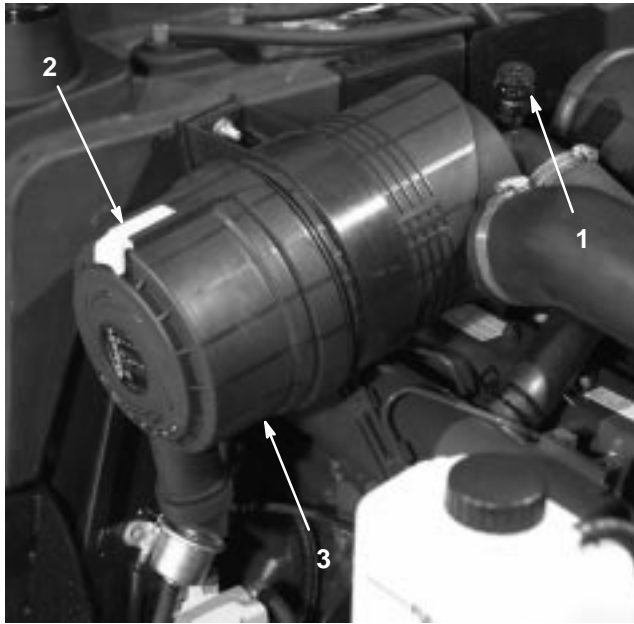

Figure 45
Faites l'entretien des filtres à air quand l'indicateur de colmatage (Fig. 45) est rouge ou toutes les 400 heures (plus souvent s'il y a beaucoup de poussière ou de saleté). N'effectuez pas l'entretien du filtre à air plus souvent.
1. Tirez le verrou vers l'extérieur et tournez le couvercle du filtre à air dans le sens anti-horaire. Enlevez le couvercle (Fig. 45) et nettoyez l'intérieur.
8. Réarmez l'indicateur de colmatage (Fig. 45) s'il est rouge.